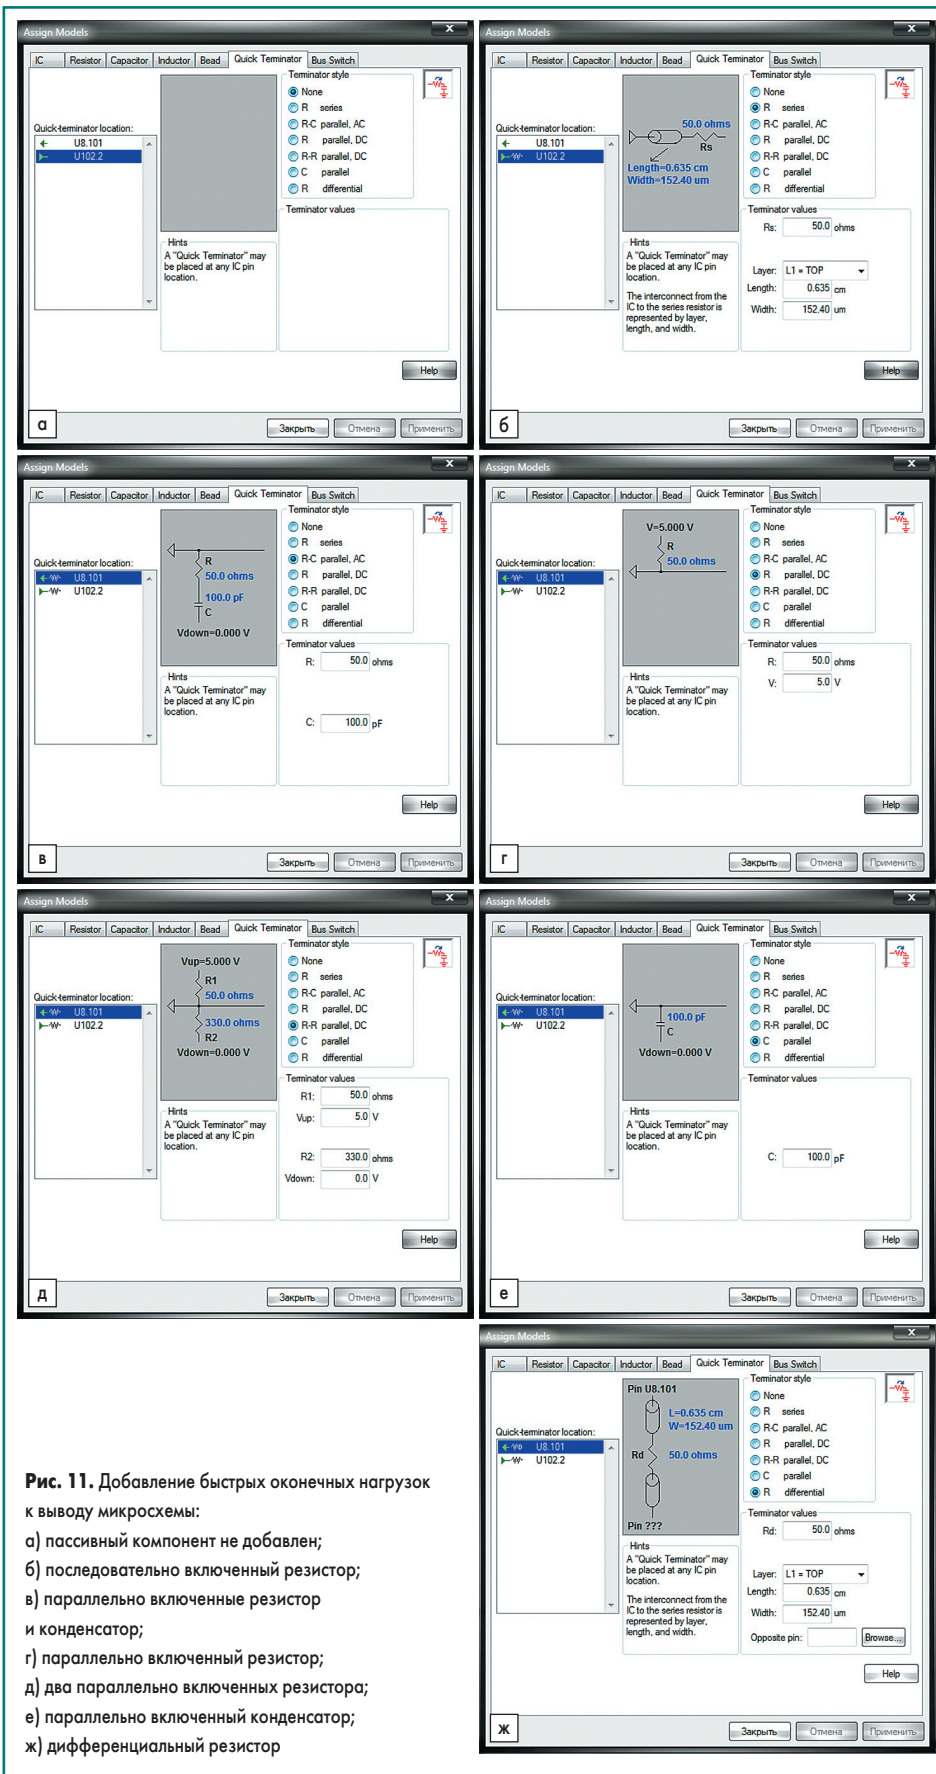

Рис. 11. Добавление быстрых оконечных нагрузок к выводу микросхемы:
- пассивный компонент не добавлен (**None**) — рис. 11а;
- последовательно включенный резистор (**R series**) — рис. 11б;
- параллельно включенные резистор и конденсатор (**R-C parallel, AC**) — рис. 11в;
- параллельно включенный резистор (**R parallel, DC**) — рис. 11г;
- два параллельно включенных резистора (**R-R parallel, DC**) — рис. 11д;
- параллельно включенный конденсатор (**C parallel**) — рис. 11е;
- дифференциальный резистор (**R differential**) — рис. 11ж.